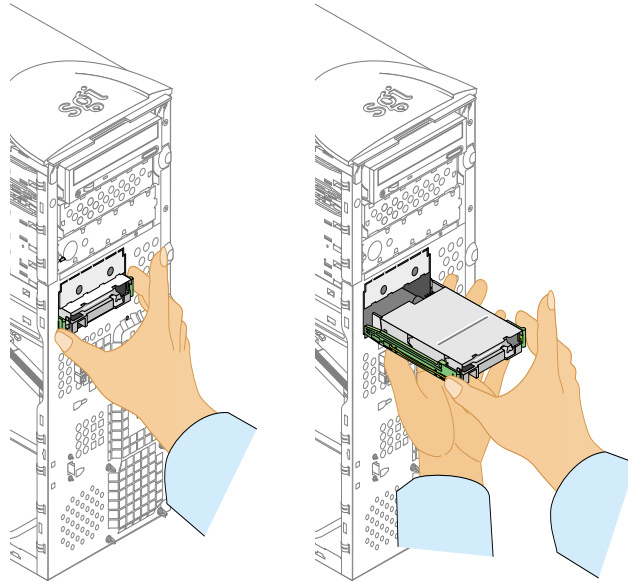

Figura 2-6 Extracción de la unidad del módulo
En la Figura 2-6, página 22, se muestra el procedimiento (la Figura 2-6 muestra la extracción de una unidad de 3,5 pulgadas, pero la extracción de las unidades de 5,25 pulgadas es muy similar).
3. Para extraer la unidad de 3,5 pulgadas del módulo, presione las lengüetas de plástico de los rieles de ambos lados de la unidad y tire de la unidad hacia el exterior del chasis. En la Figura 2-6 se muestra este procedimiento.